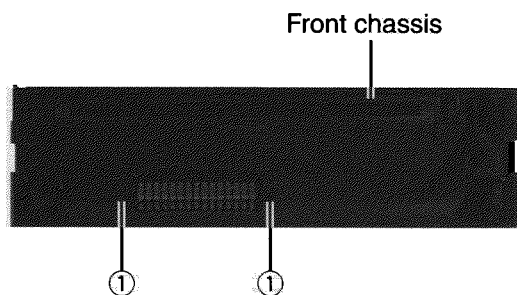
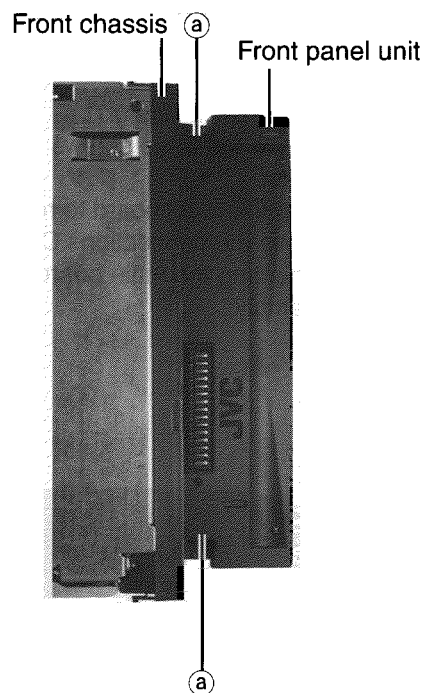
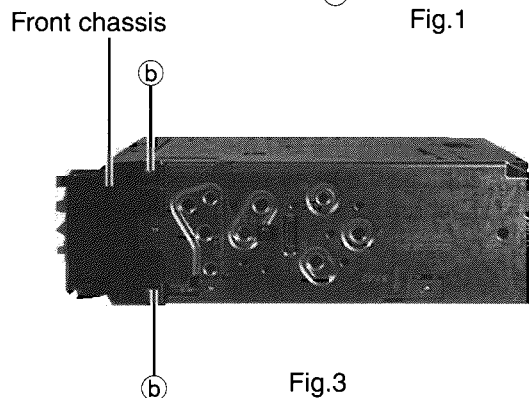
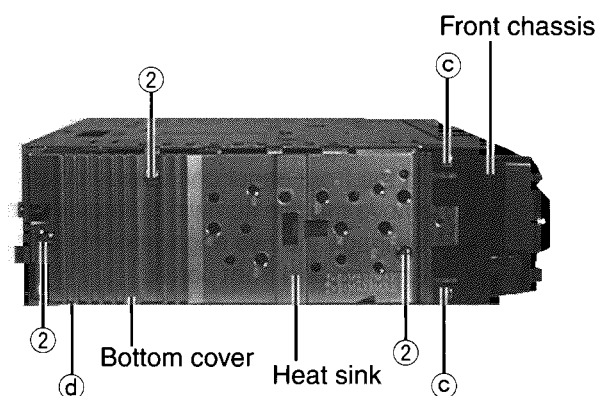

Fig.2
Fig.1
Fig.3
Fig.4
- If the speaker wiring in your car is as illustrated in Fig. 1 and Fig. 2 below, DO NOT connect the unit using that original speaker wiring. If you do, the unit will be seriously damaged. Redo the speaker wiring so that you can connect the unit to the speakers as illustrated in Fig. 3.
- If the speaker wiring in your car is as illustrated in Fig. 3, you can connect the unit using the original speaker wiring in your car.
- Si el conexionado de altavoz de su automóvil es como se indica en las Figs. 1 y 2 de abajo, NO conecte la unidad utilizando ese conexionado de altavoz original. Si lo hace, se producirán daños graves en la unidad. Vuelva a efectuar el conexionado de altavoz de manera que pueda conectar la unidad a los altavoces de la manera indicada en la Fig. 3.
- Si el conexionado de altavoz de su automóvil es como se indica en la Fig. 3, podrá conectar la unidad utilizando el conexionado de altavoz original de su automóvil.
- Si le câblage des enceintes de votre voiture est réalisé comme montré sur la Fig. 1 ou Fig. 2 ci-dessous, NE CONNECTEZ PAS l'appareil en utilisant ce câblage original d'enceintes. Si vous le faites, l'appareil sera sérieusement endommagé. Recommencez le câblage des enceintes de façon que vous puissiez connecter l'appareil aux enceintes comme montré sur la Fig. 3.
- Si le câblage des enceintes de votre voiture est comme montré sur la Fig. 3, vous pouvez connecter l'appareil en utilisant ce câblage original d'enceintes pour votre voiture.
- **Removing the bottom cover** (See Fig.4)
- **Detaching the front Panel Unit** (See Fig.1, 2)
2. Disengage the two engagements ㉓ and take out the front panel unit from the main unit. (See Fig.1)
- **Removing the front chassis** (See Fig.2, 3, 4)
1. Remove the two screws ① retaining the front chassis.
- **Removing the heat sink** (See Fig.4)
2. Remove the three screws ② retaining the heat sink.
- **Removing the bottom cover** (See Fig.4, 5, 6)